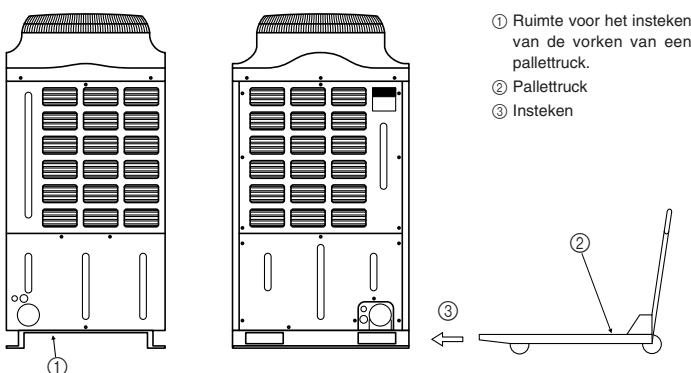

Fig. 3-2
3.2. Transporteren met een pallettruck (Fig. 3-2)